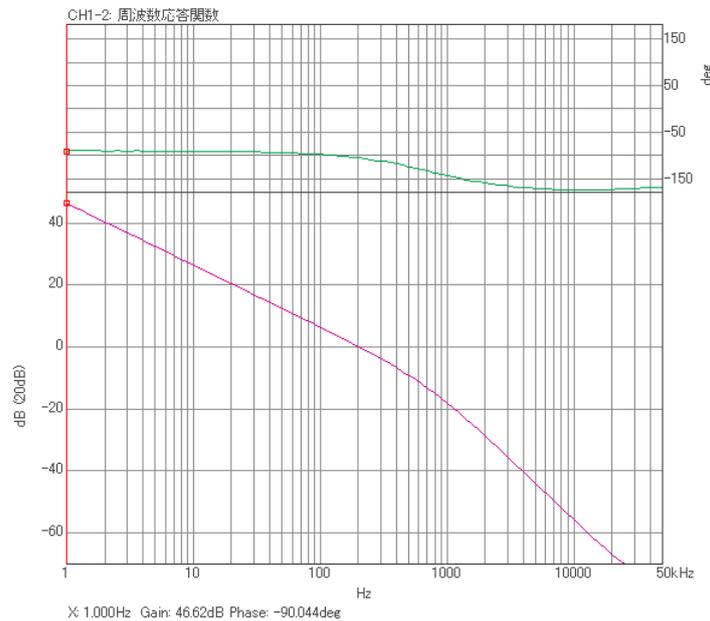
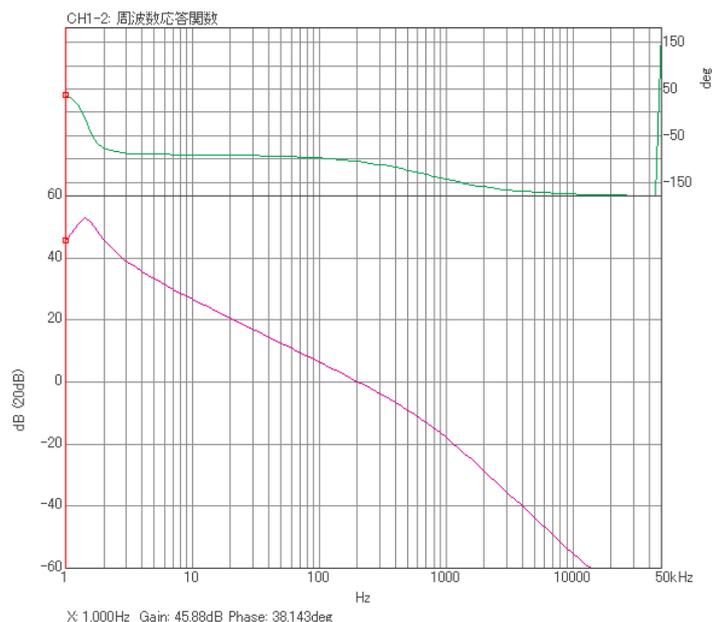

図5 計測された一巡伝達関数のボード線図（直接法）
図 10 計算で求めたループゲイン
式 (1) からわかるように、低域でループゲインが大きい系では閉ループ伝達関数  $H_C$  はほとんどゲイン 1 (0dB) となり、計測器自体のチャンネル間のゲイン差が無視できなくなる場合があります。この理由により、今回の計測でも、図 10 の低域では、直接法で求めたループゲイン (図 5) との差異が見られます。